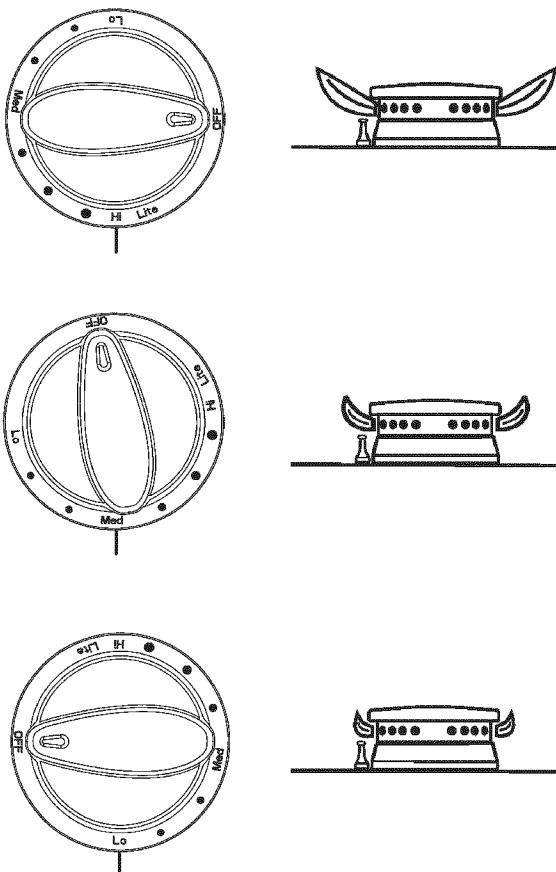

FIGURA 12
Después de terminar los pasos A, B y C de conversión, revise la apariencia de la llama de cada quemador en los ajustes HI y LO contra los de la figura 12. Si las llamas parecen estar demasiado grandes o pequeñas, revise cada paso para asegurar que se realizaron correctamente.
6. Comenzando en la posición LP (vea el n.º 5 de la página 8, bajo C, AJUSTE DE LA LLAMA BAJA), gire el tornillo en contra del sentido de las manecillas del reloj hasta que la llama se estabilice y se vea igual a la del dibujo del ajuste "low" de la figura 12. El ajuste correcto producirá una llama azul regular y uniforme de tamaño mínimo. El ajuste final debe revisarse girando la perilla de alto a bajo varias veces sin apagar la llama.
Después de realizar los pasos A, B y C, revise la apariencia de la llama de cada quemador en el ajuste Hi y Lo contra la figura 12. Si las llamas parecen estar demasiado grandes o pequeñas, asegúrese de que todos los pasos se siguieron correctamente.